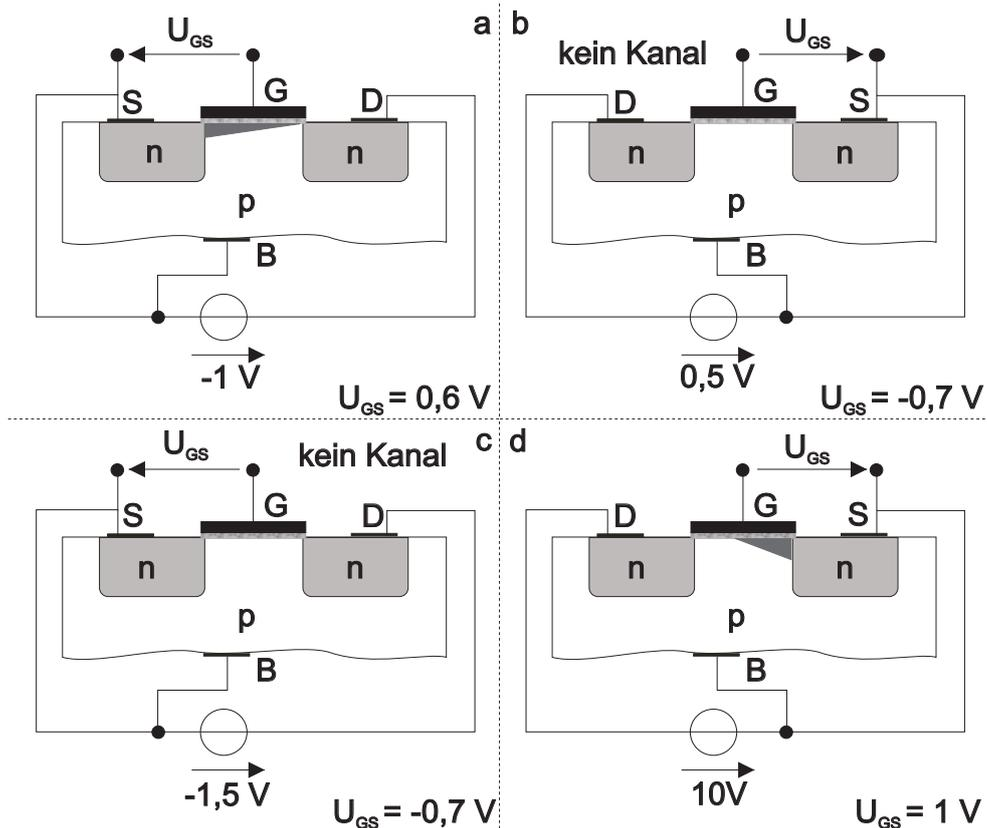

Abb. 4.1: Querschnitte eines MOSFET
- a) Siehe Abb. 4.1. Fehlende Elemente: Gateoxid und Anschluss.
- b) Siehe Abb. 4.1.
- c) Siehe Abb. 4.1. Folgende Berechnungen dienen dazu, die Zusammenhänge zu erläutern. Sie waren kein Bestandteil der Aufgabenstellung.